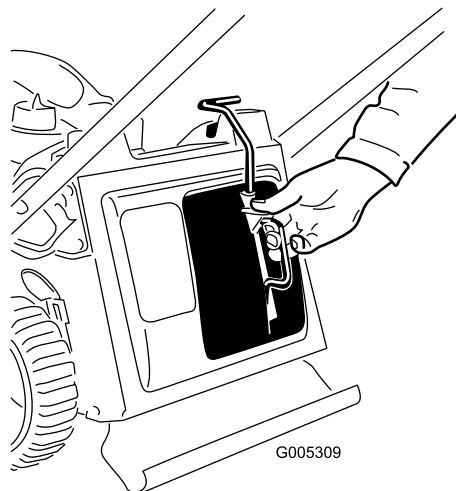

Figure 31
1. Enlevez l'obturateur de broyage (Figure 31).